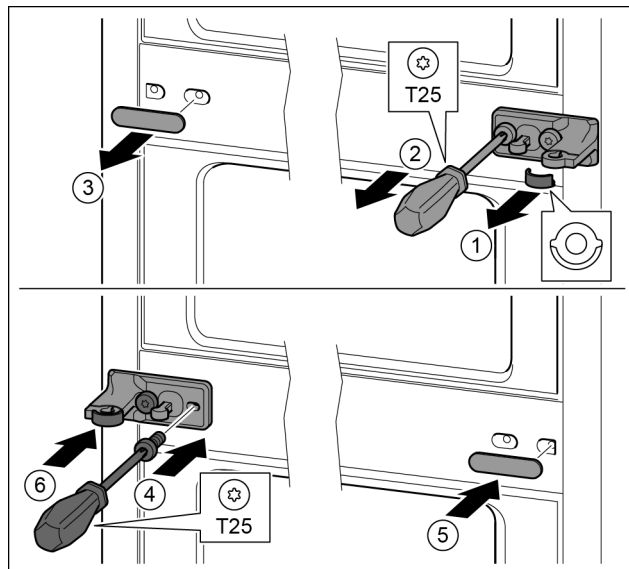

Fig. 29
- ▶ Vytiahnite podložku. Fig. 29 (1)
- ▶ Skrutkovačom T25 vyskrutkujete skrutky. Fig. 29 (2)
- ▶ Opatrne vytiahnite kryt. Fig. 29 (3)
- ▶ Ložiskovú konzolu s fóliou priskrutkujete otočenú o 180° na druhú stranu. Fig. 29 (4)
- ▶ Kryt pripevníte otočený o 180° na druhú stranu. Fig. 29 (5)
- ▶ Podložku nasuňte spredu. Fig. 29 (6)